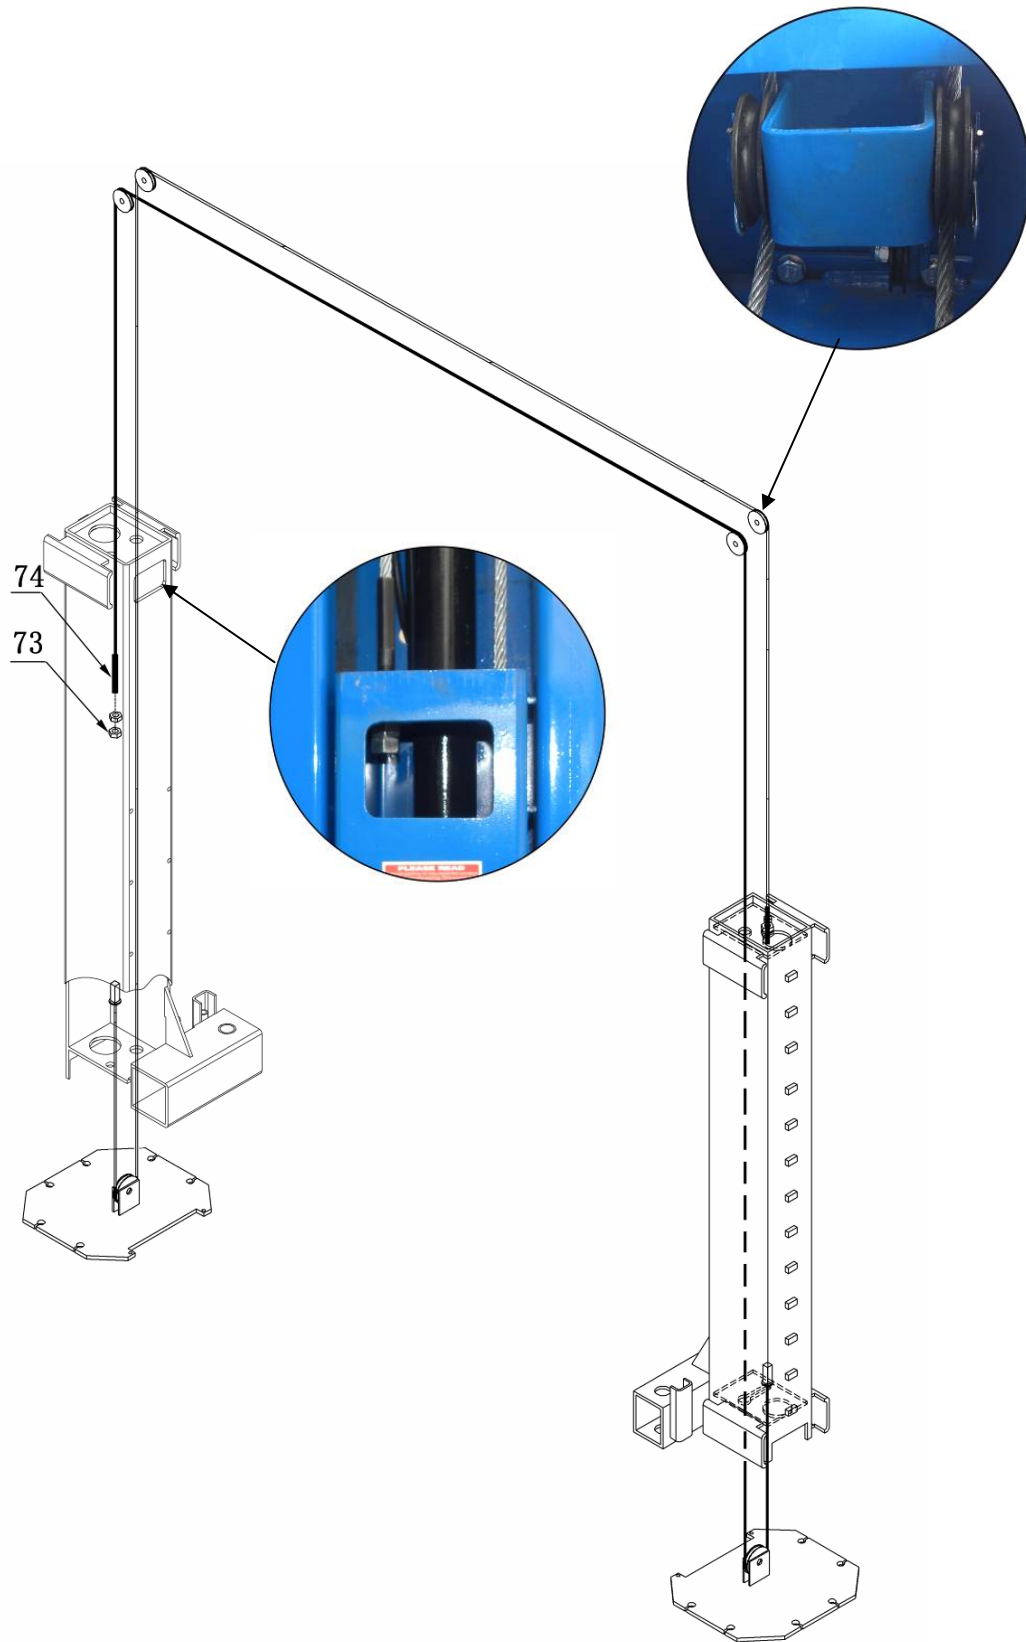

Fig. 24
M. Install cables (See Fig. 24).